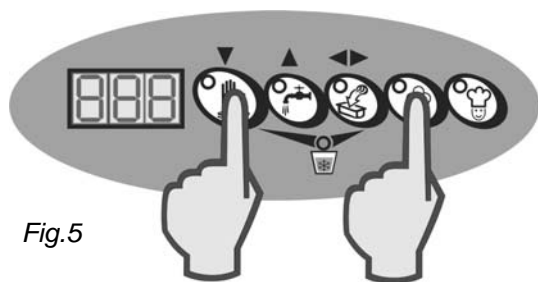

Fig.5
- Avec le cycle en cours, appuyer de nouveau sur les touches **STOP** et **AUTOMATIQUE** (Fig. 5)
- Appuyer la touche **CONFIRMATION** (**◀▶**) pour valider la nouvelle donnée et quitter la programmation (fig. 5).